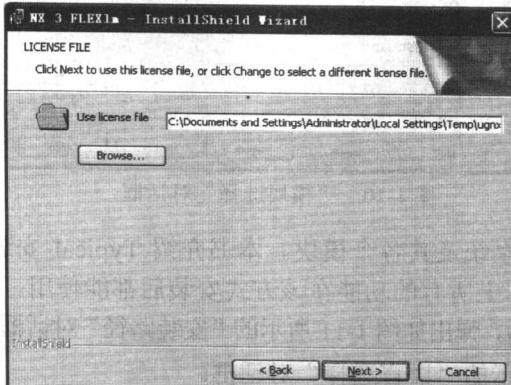

图 1-5 “选择 License 文件”对话框
(4) 单击 Next 按钮，弹出“选择 License 文件”对话框，如图 1-5 所示。